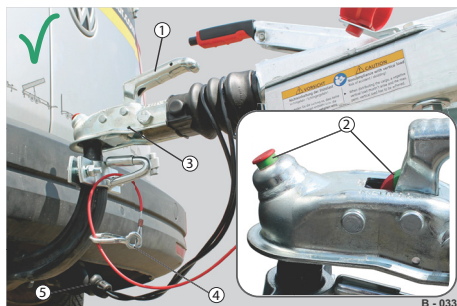

Abb. 9 Beispiel: Gebremsten Anhänger ankuppeln
- Handgriff (Abb. 9/1) komplett hochziehen. Zugkugelskupplung ist geöffnet.
- Zugkugelskupplung von Hand nach unten drücken, bis diese einrastet. Der grüne Zylinder der Sicherheitsanzeige (Abb. 9/2) ist sichtbar.